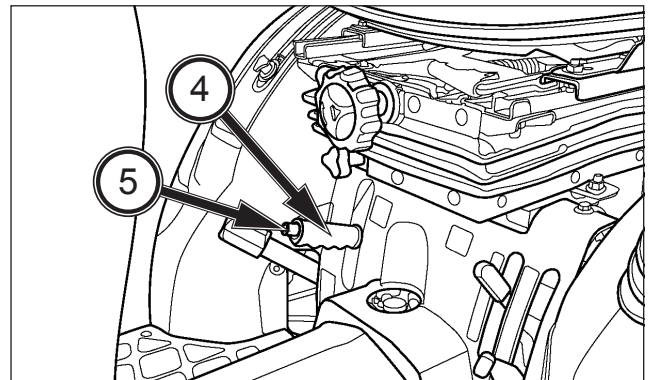

ABB. 46
ABB. 46 und 47: Die Feststellbremse wirkt auf die Hinterräder des Traktors. Zum Betätigen der Feststellbremsen den Feststellbremshebel (4) nach oben ziehen, um die Bremsen in der entsprechenden Position zu arretieren.